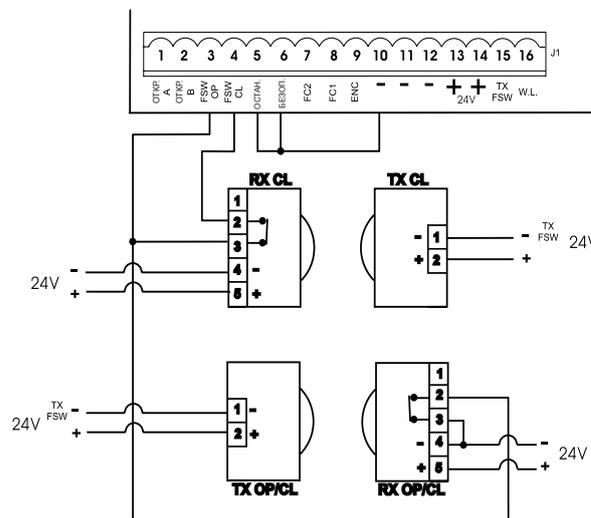

Рис. 13
**Внимание:** Если устройства безопасности не используются, соединить клеммы перемычкой, как показано на рис. 5. Ниже показаны наиболее распространенные компоновки фотоэлементов и устройств безопасности (Рис. 6 – Рис. 13).